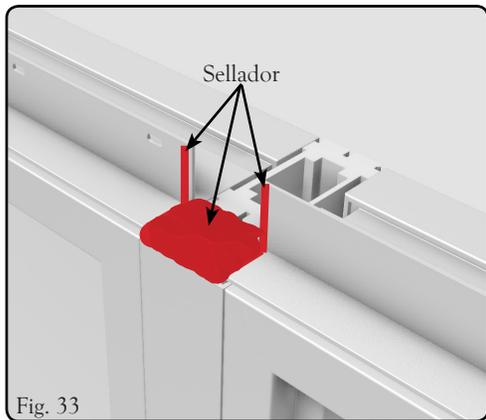

Fig. 33
- Consulte las Fig. 33 y 34. Se requiere guardalluvia en el cabezal. Aplique sellador sobre el parteluz y en los extremos del guardalluvia como se muestra, luego aplique el guardalluvia en el cabezal.